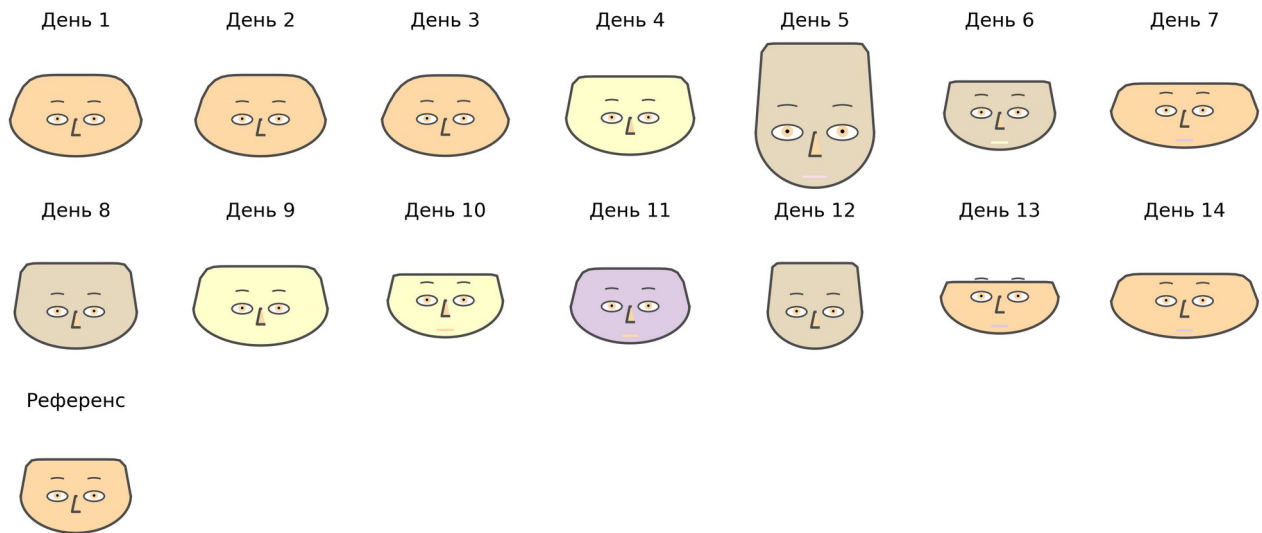

Рис. 16
2. Схема визуализации Чернова.	Представлена на рис. 16. Для построения используются величины, характеризующие корреляцию между температурой термостата, возвращаемой концентрации CO2 и температуры поступающего воздуха, которые кодируются цветом, высотой головы и размером глаз. Так же ниже приведён вариант, соответствующий норме.